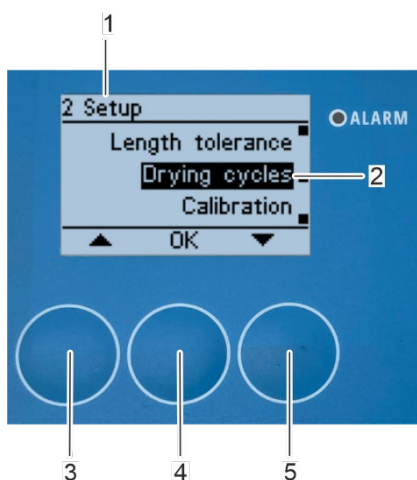

Figura 135: Abrir el submenú «Ciclo de secado»
⇒ Entonces volverá a aparecer en pantalla el submenú «2 Ajustes» (Figura 135/1).
1. Seleccione el submenú «Ciclo de secado» (Figura 135/2) mediante los botones de flecha [arriba] (Figura 135/3) y [abajo] (Figura 135/5) dentro del submenú «2 Ajustes».
2. Confirme la selección pulsando [Aceptar] (Figura 135/4).